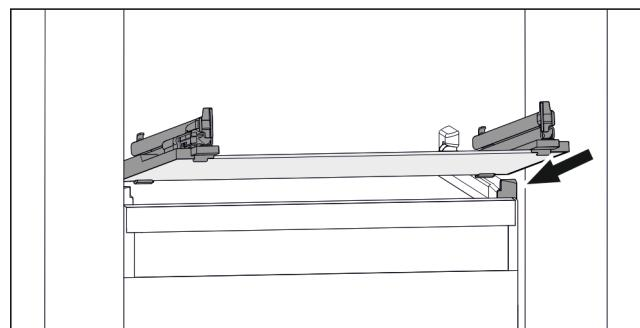

Fig. 77 Reprezentare exemplificativă a plăcii de sticlă
- Așezați placă de sticlă oblic în spatele opritoarelor. (vezi Fig. 77)